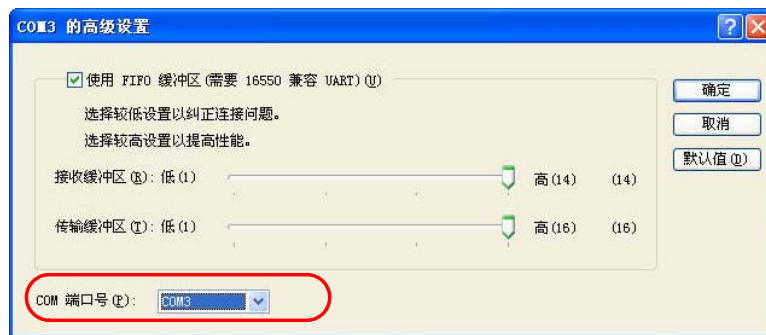

图 3.2.9
3. 在后续的高级端口设置对话框中，修改端口号。即图 3.2.9 中红色框内的部分。